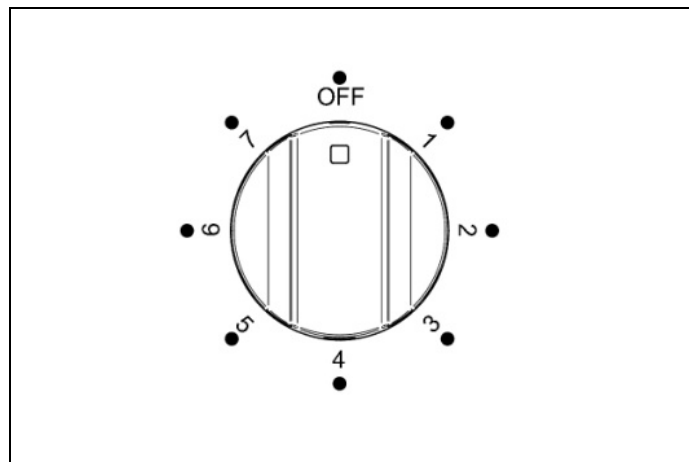
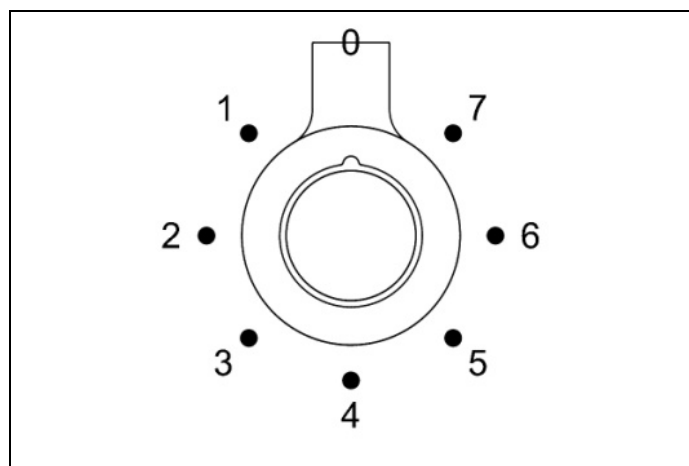

Fig. 20
Fig. 21
- 2) Tourner le bouton de commande du gril (Fig. 20 et Fig. 21) dans le sens des aiguilles d'une montre sur la position 7 pour obtenir la puissance maximale. Le voyant rouge du thermostat s'allume. Pour obtenir un résultat optimal, préchauffer le gril 3 à 5 minutes.